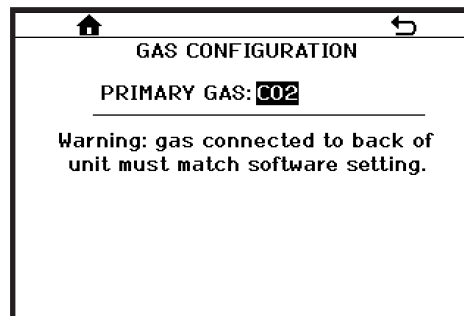

Figura 7.17
- Para los dispensadores estándar sin funcionalidad multigas o multibebida (**Figura 7.17**) este menú muestra el gas (CO2 o NITRÓGENO; determinado por la configuración del dispensador) que se inyecta en los barriles y que hace funcionar la bomba de agua y el sistema de carga activa.